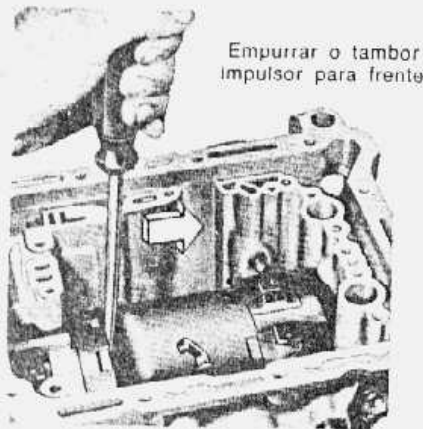

fig. 43 — remoção da bomba
10. Remover os parafusos de fixação da bomba. Remover a bomba introduzindo uma chave de fenda atrás do tambor impulsor (fig. 43), empurrando o tambor para a frente até que o vedador da bomba ultrapasse a borda da caixa.